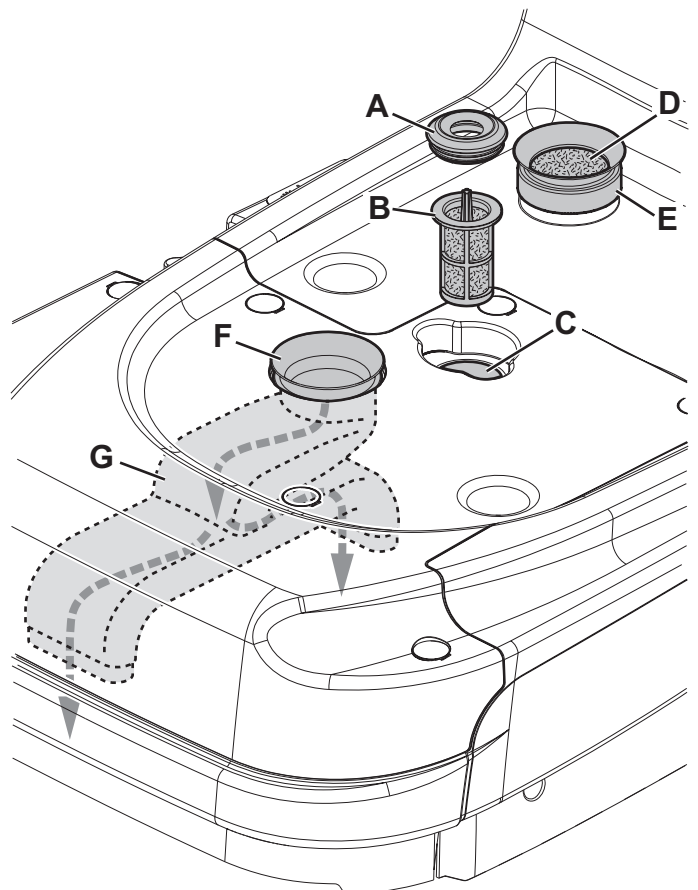

Figure 12
1. Déposer le bac des réservoirs (13) du corps de la machine en utilisant la poignée (15).
2. Démonter le joint en caoutchouc (A, fig. 12), puis enlever la crépine filtrante (B).
3. Les nettoyer et les remettre en place (C).
4. Enlever le filtre à air (D) et le nettoyer.
5. Remonter le filtre dans le logement du joint (E).